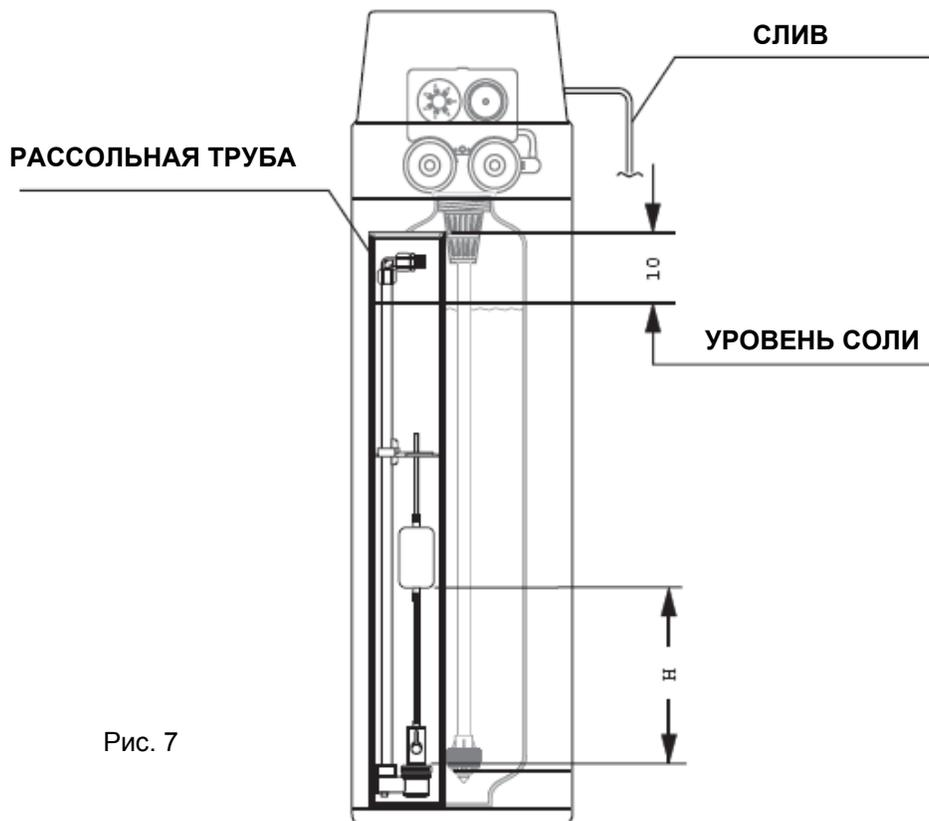

Рис. 7
- a) Заполните контейнер солью, не доходя 10 мм до края рассольной трубы (см. рис. 7).
- j) Подключите слив (см. рис. 7), к гибкому шлангу $\varnothing 24$ мм.